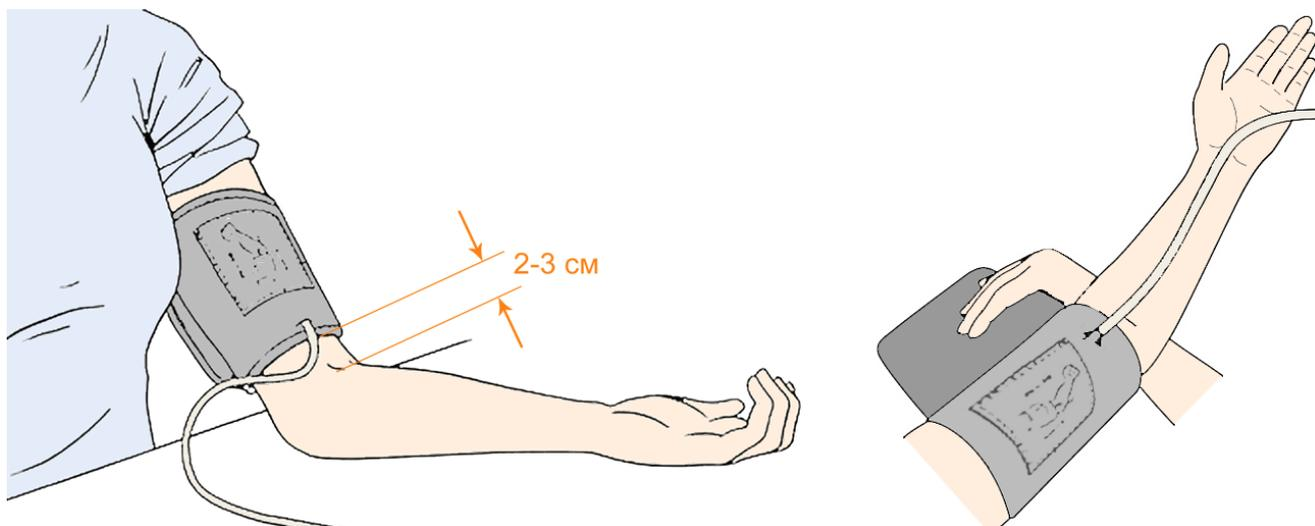

Рисунок 37 – Расположение компрессионной манжеты на плече
3. Расположите манжету на плече на 2-3 см выше локтевого сгиба (рисунок 37), трубка манжеты должна находиться на средней линии внутренней стороны руки.